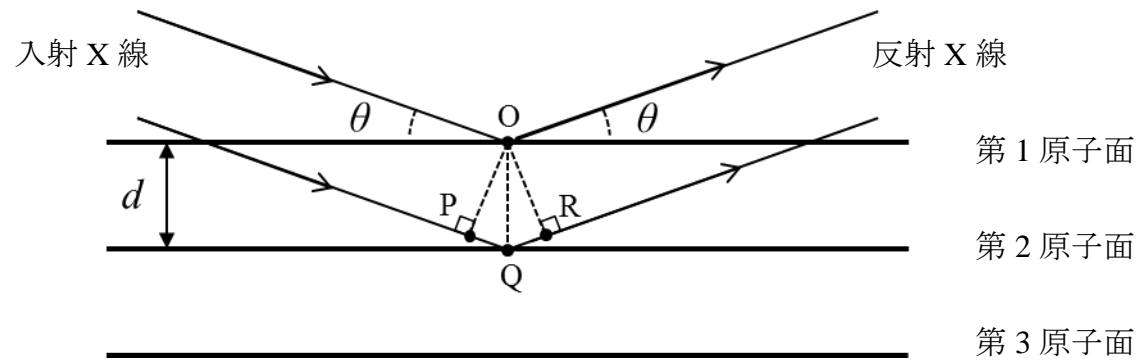

図 2-1 X 線のブラッグの回折条件を示す模式図
(1) X線回折は、結晶性物質の結晶構造を調べる有力な手段であり、用いる X 線の波長 λ 、対象物質の回折結晶面の面間隔 d 、回折角 θ の間にブラッグの関係式が成り立つことを利用している。図 2-1 はブラッグの関係式を満たす X 線散乱の様子を模式的に示したもので、第 1 原子面と第 2 原子面で散乱した X 線の内、角度 θ で示した特定の方向に散乱した X 線は、その行路差(PQ+QR)が X 線の波長の整数倍となり強め合う様子を示したものである。図 2-1 も参考にしながら、整数を n として X 線回折に関するブラッグの関係式を表しなさい。